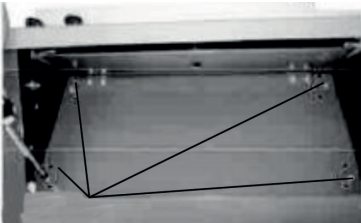

Рис. 4
1. Выкруціце супраць гадзіннікавай стрэлкі чатыры балты накрыўкі ніжняга аддзялення, зніміце крышку (Рис. 4).